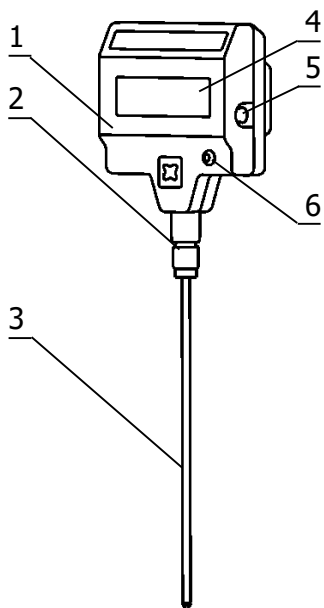

Рисунок 1 — Общий вид термометра
2.2.3 Включить питание термометра кнопкой 6 (рисунок 1). Прибор не требует предварительного прогрева и сразу же готов к работе.
2.3.3 Для организации обмена данными с компьютером следует использовать кабель связи и программное обеспечение термометра. Один конец кабеля следует присоединить к разъему 5 (рисунок 1), а другой — к свободному последовательному порту компьютера.